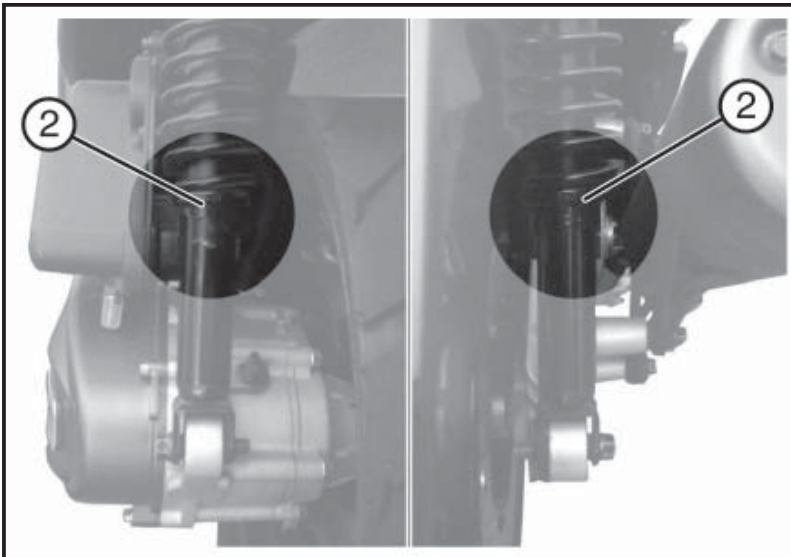

Abb. 02
4.26 EINSTELLUNG STOSSDÄMPFER (Abb. 02)